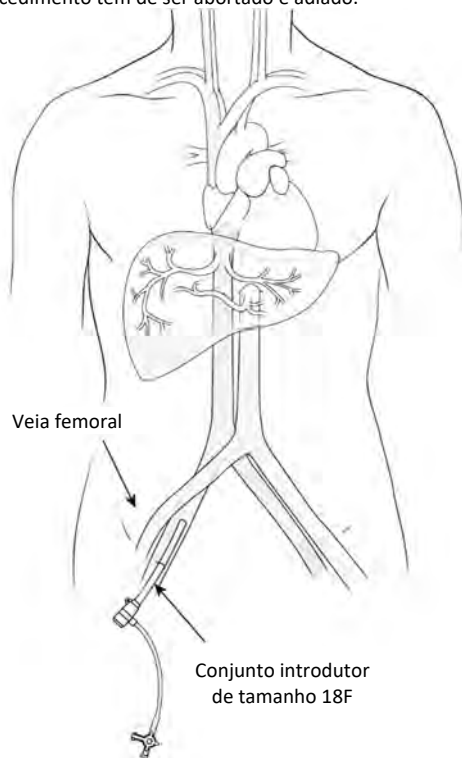

Figura 24
- (a) Utilizando a técnica de punção de Seldinger e técnicas fluoroscópicas e angiográficas padrão, coloque a bainha introdutora de tamanho 18F dentro da veia femoral após dilatação seriada com os dilatadores de tamanho 9F e 13F. A bainha venosa pode ser colocada ipsilateral ou contralateral em relação à colocação da bainha da artéria femoral de tamanho 5F, ver Figura 24. Irrigue a bainha com soro fisiológico normal heparinizado. É necessária orientação sonográfica e uma punção única da parede anterior da veia femoral por cima da cabeça do fêmur para assegurar a compressibilidade da veia quando a bainha é removida. Se for efetuada inadvertidamente uma punção supra-inguinal, o procedimento tem de ser abortado e adiado.